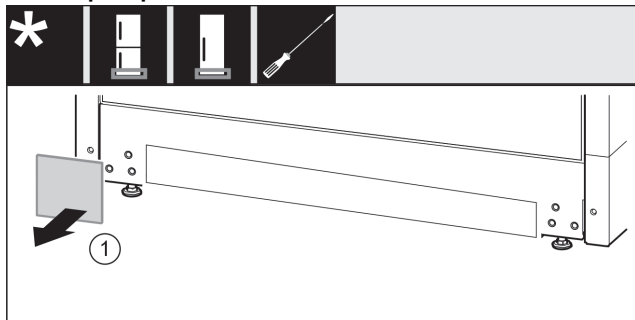

Fig. 35
- ▶ Зніміть кришку. Fig. 35 (1)